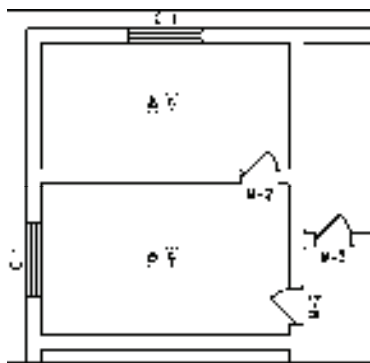

图 8-24 递增结果
3) 单击鼠标左键完成文字的递增, 结果如图 8-24 所示。